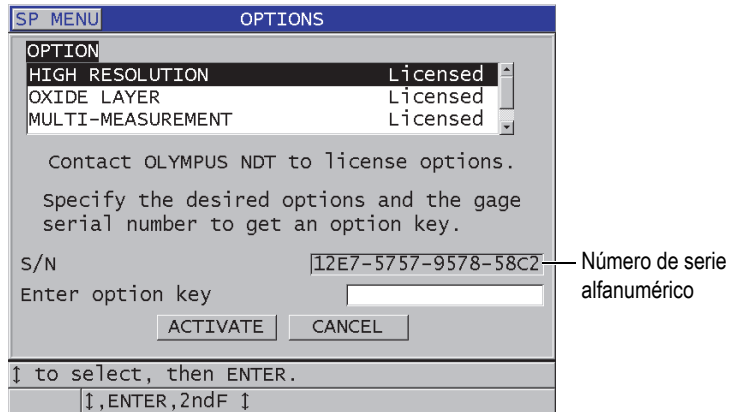

Figura 7-1 Pantalla OPCIONES para activar las opciones de *software*
3. En la pantalla OPCIONES (ver Figura 7-1 en la página 115), visualice el número de serie alfanumérico de 16 dígitos que aparece en el campo N.º de serie (S/N). La lista OPCIÓN (OPTION) indica el estado en curso de las opciones de *software*, en donde el término **Licensed** significa que la opción está activada.
5. En la pantalla **OPCIONES** (OPTIONS) [ver Figura 7-1 en la página 115]: